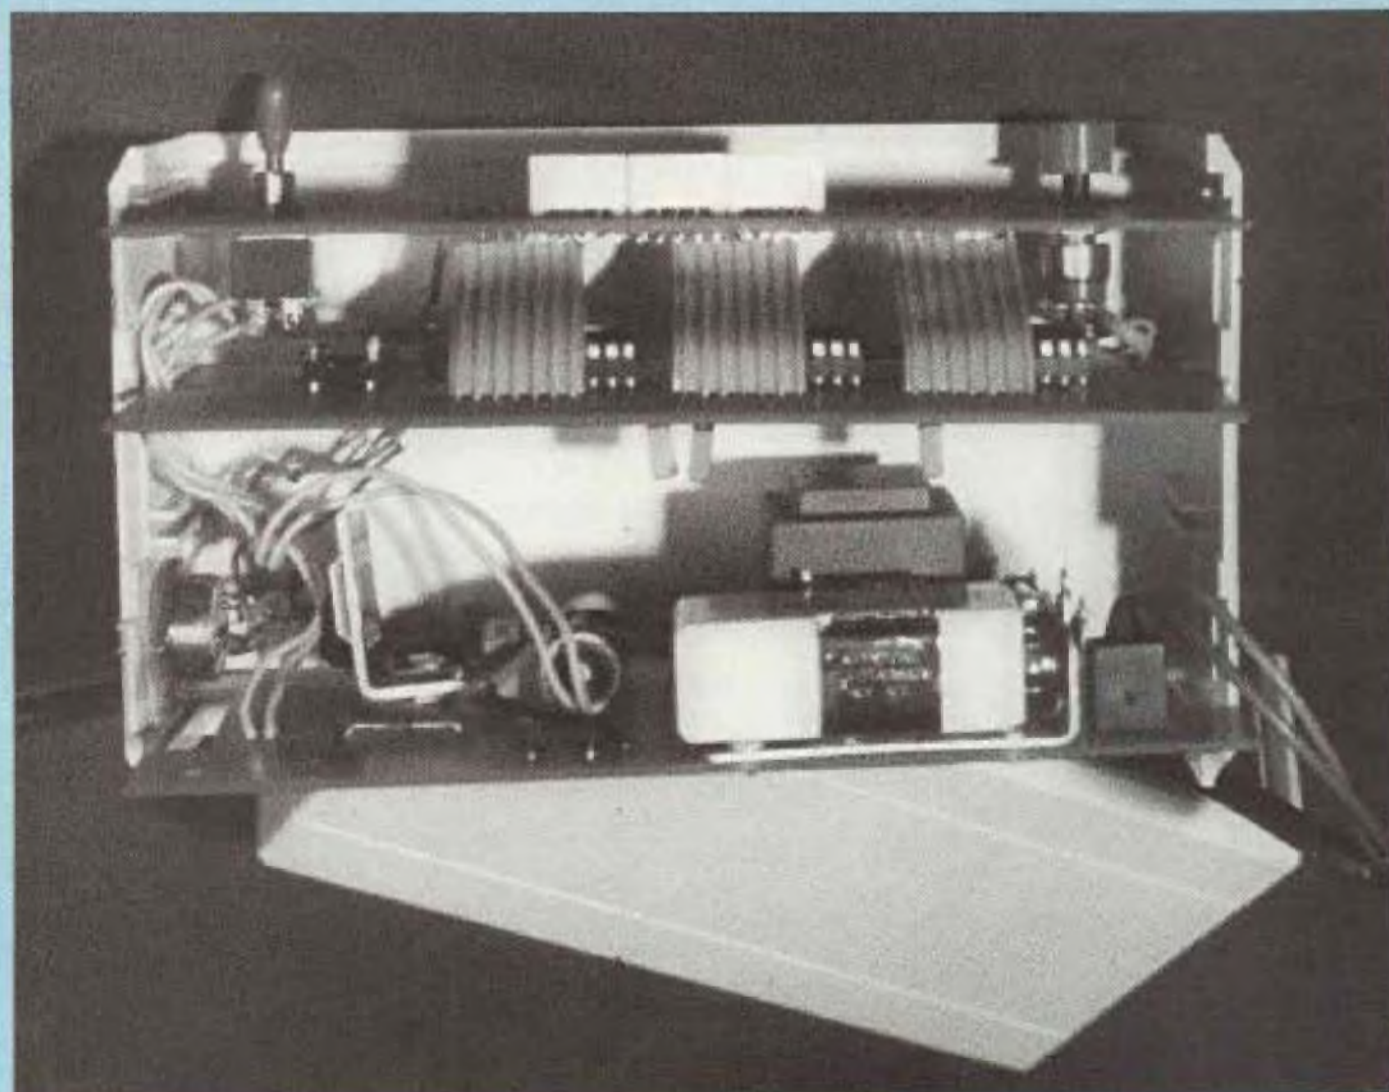
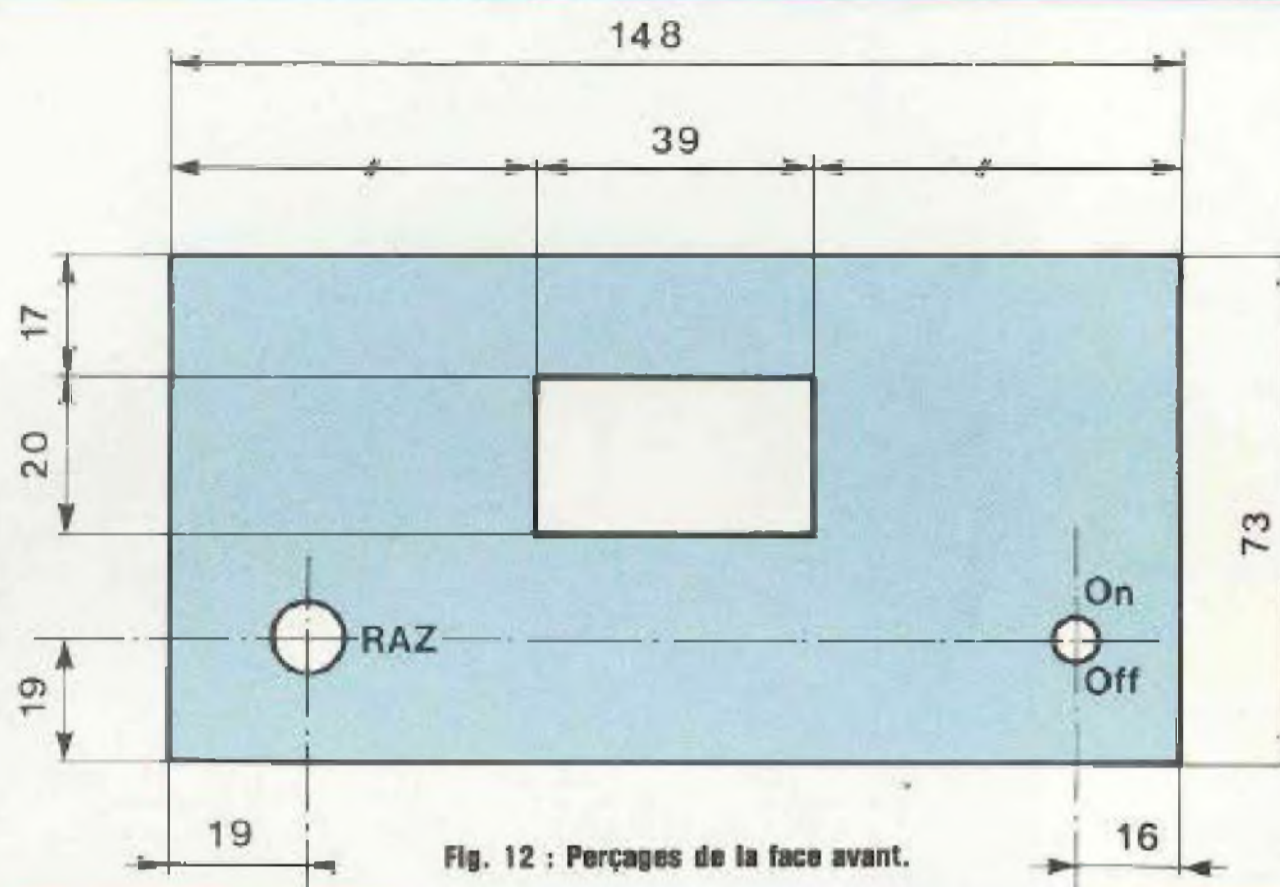

Fig. 11 : Dispositif des trois modules à l'intérieur du coffret.
Fig. 12 : Perçages de la face avant.
- La mise en coffret est présentée sur la figure 11 et le perçage de la face avant figure 12.